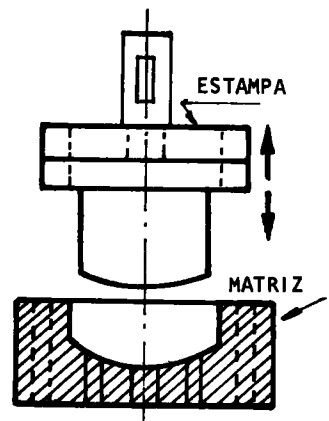

Fig. 1
- c Alínee la estampa y la matriz (fig. 1).